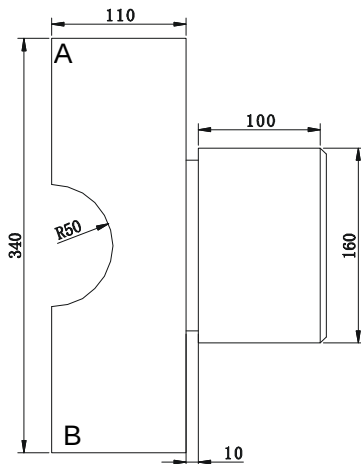

图 3-5-3
(3) 使用 CIRCLE 命令绘制圆，再用 TRIM 命令修剪多余线条，如图 3-5-3 所示。其具体操作如下：
指定圆的圆心或 [三点(3P)/两点(2P)/相切、相切、半径(T)]：捕捉 AB 线的中点，如图 3-5-3 所示 // 指定圆的圆心